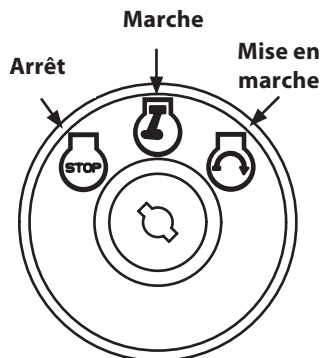

Figure 5-1
4. Déplacez le levier de changement de vitesses à la position neutre (N).
7. Tournez la clé dans le sens des aiguilles d'une montre, jusqu'à la position « START » (Démarrage). Quand le moteur tourne, lâchez la clé. Elle reviedra à la position « RUN ». Voir Figure 5-1.